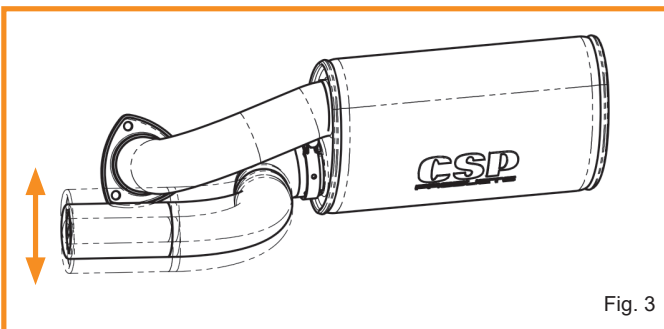

Fig. 3
- Once the position has been set, tighten the band clamp. Later on the band clamp with pivot pin will sit in the same location. (see Fig. 3)
- Ziehen Sie die Schelle in der gewünschten Position fest. Achten Sie auf die Position der Bohrschelle, genau in der selben Position wird auch die Fixierschelle sitzen. (siehe Fig. 3)